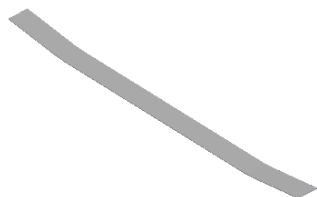
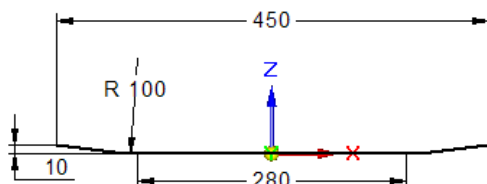

图 6.9.26 轮廓弯边特征 1
图 6.9.27 截面草图
Step2. 创建图 6.9.26 所示的轮廓弯边特征 1。
(1) 选择命令。单击“主页”功能选项卡“钣金”工具栏中的“轮廓弯边”按钮.
(2) 定义特征的截面草图。
① 选取草图平面。在系统的提示下，选取前视图(XZ)平面作为草图平面。
② 绘制图 6.9.27 所示的截面草图。